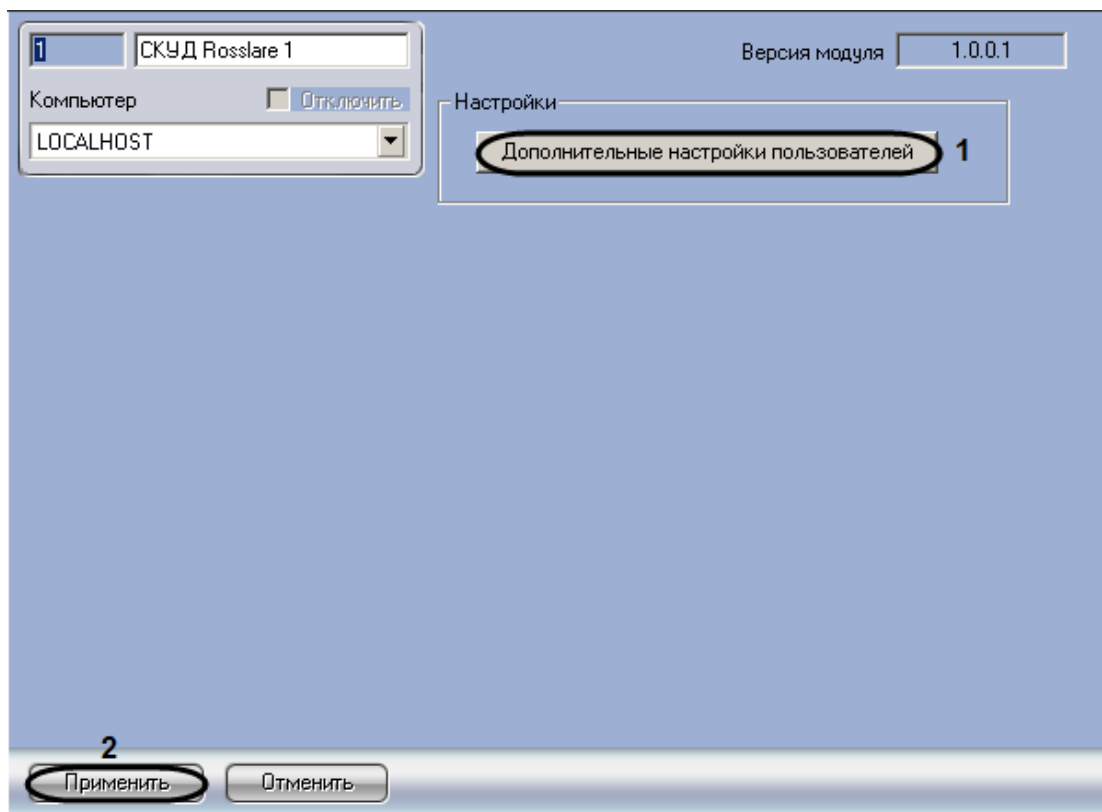

Рис. 3.7—1 Панель настроек объекта СКУД Rosslare
1. Перейти на панель настроек объекта **СКУД Rosslare** (Рис. 3.7—1).
2. Для настройки дополнительных параметров пользователей необходимо нажать кнопку **Дополнительные настройки пользователей** (см. Рис. 3.7—1, 1).